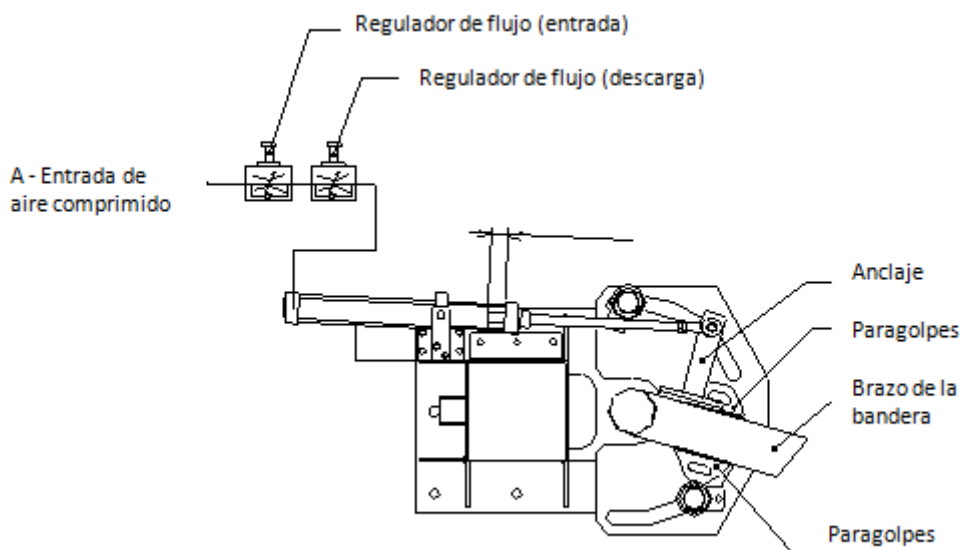

Figura. 3
N.B.: El brazo de la bandera debe ser posicionado contra el amortiguador, y el cilindro que lo empuja debe poder realizar todavía, una carrera de 40 mm. (figura. 3).